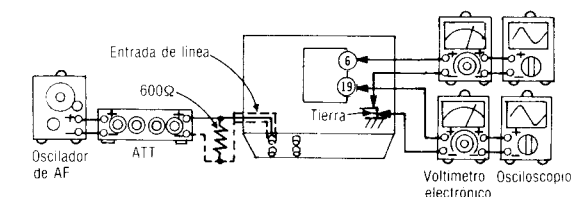

Fig. 9
1. La conexión del equipo de prueba se muestra en la Fig. 9.
3. Ajustar mediante atenuador de manera que la salida entre terminal ⑥ (CH-I) (terminal ⑩ (CH-D)) de IC403 y tierra sea 12,3mV.